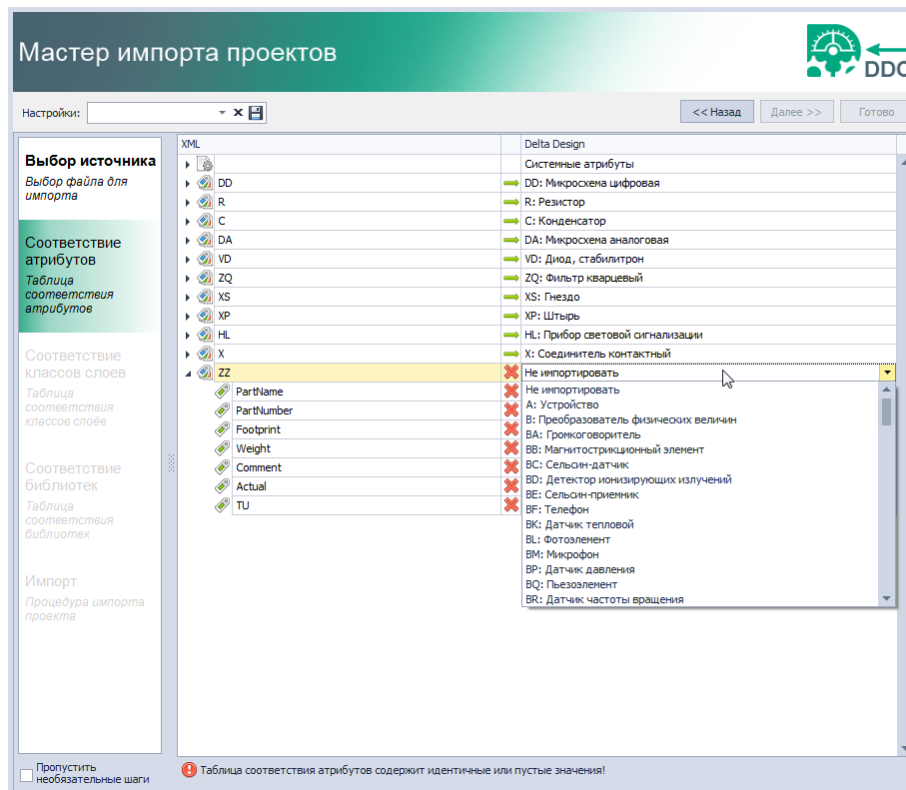

Рис. 65 Установка соответствия атрибутов
- Установите/проверьте соответствие атрибутов для компонентов, Рис. 65. Установка соответствия производится с помощью выпадающего списка для каждого из возможных типов атрибутивных данных. Некоторые данные можно не импортировать, установив для них значение «Не импортировать».